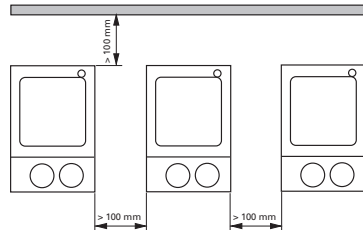

Fig. 3
- Beakta minsta avstånd mellan apparater, mellan apparat och vägg över placeringen (800 mm), se fig. 3.